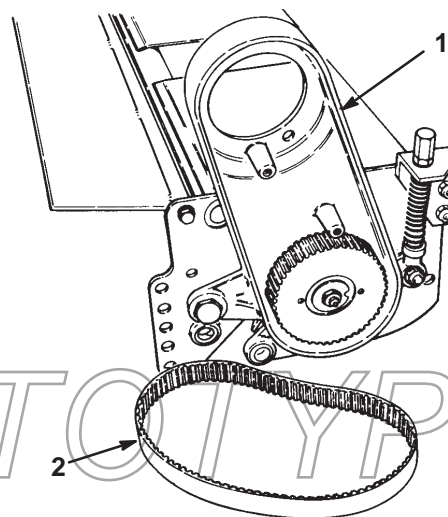

Fig. 30
4. Ta loss den koniska muttern från ansatsbulten som säkrar lagerhuset i sidoplåten, ta bort Belleville-brickan och muttern och lossa lagerhuset från cylinderaxeln (fig. 30).
5. Ta bort skyddet från drivkåpan och ta bort drivremmen från kåpan (fig. 30).